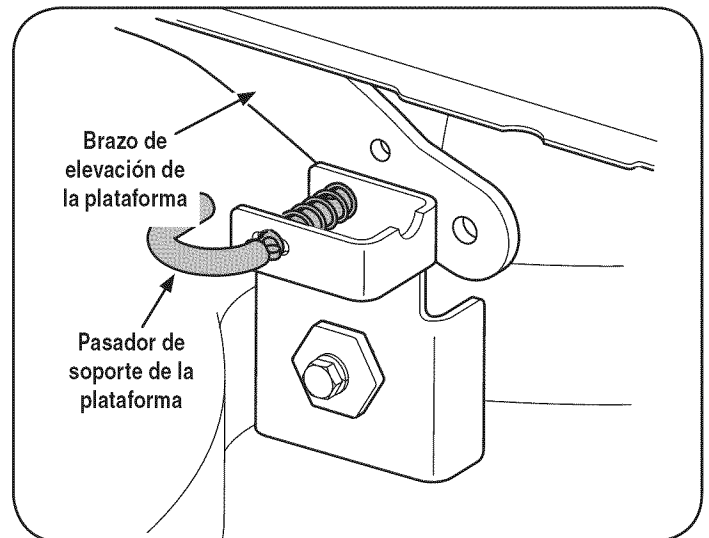

Figura 12
6. Tire hacia afuera el pasador de soporte de la plataforma para separar la misma del brazo de elevación de la plataforma. Vea la Figura 12.
- Vuelva a conectar los brazos de elevación de la plataforma. Vea la Figura 12.